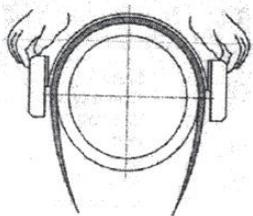
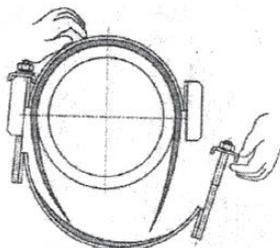

Рис.1
Рис.2
- Открутите гайки до самого конца шпилек. Разберите хомут на 2 части, первую половину хомута положите сверху на трубу (рис. 1), затем накройте один фиксатор на крепёжные выступы с одной стороны (рис. 2);